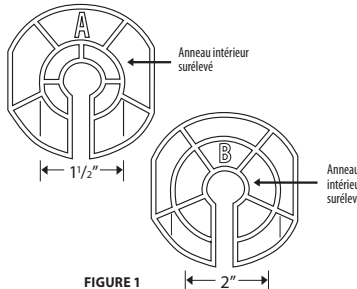

FIGURE 1
Si vous vous servez d'un réservoir Rubbermaid et que vous avez retiré l'ensemble de drainage tel que décrit ci-dessus, vous devriez utiliser le côté « B » de l'écrou, comme montré dans la figure 1. Vous devrez installer votre dégivreur en orientant ce côté vers le réservoir.
- Déterminez le bon côté en plaçant l'écrou contre le trou de drainage se trouvant à l'extérieur du réservoir. Essayez d'ajuster le diamètre de l'anneau interne surélevé de chaque côté de l'écrou dans le diamètre interne du trou de drainage (voir la figure 1). Choisissez le côté offrant le meilleur ajustement. Cela vous aidera à fixer et centrer le dégivreur dans l'ouverture des trous de drainage plus gros se trouvant dans certains réservoirs.
- Si l'anneau interne surélevé (se trouvant des deux côtés de l'écrou) montré dans la figure 1 est plus large que le diamètre du trou de drainage de votre réservoir, vous pouvez utiliser n'importe quel côté de cet écrou. Cela indique que le trou de drainage est suffisamment petit pour que le dégivreur reste centré dans l'ouverture de drainage.